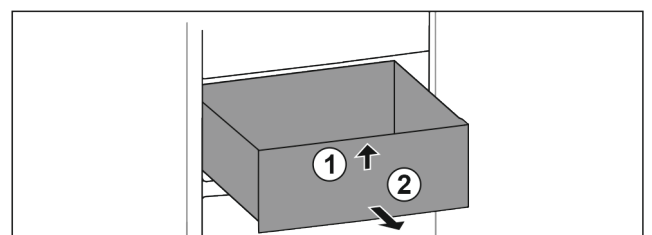

Fig. 89
- ▶ Lade aan de voorkant optillen. Fig. 89 (1)
- ▶ Lade naar voren toe verwijderen. Fig. 89 (2)